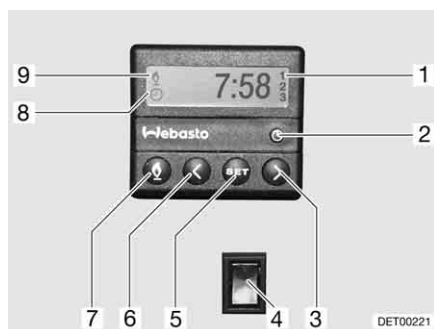

Fig. 126 Centralina di controllo per riscaldamento fisso
- Premere il tasto (Fig. 126,7). Il funzionamento del riscaldamento viene indicato con il simbolo (Fig. 126,9). La ventola viene inserita solo quando la temperatura dell'acqua di raffreddamento è pari a 30 °C.
- Premere il tasto (Fig. 126,7). Il simbolo (Fig. 126,9) si spegne.
- Premere l'interruttore (Fig. 126,4) in basso. Il motore viene preriscaldato. La ventola viene inserita immediatamente.
- Premere l'interruttore (Fig. 126,4) in alto. Il motore rimane freddo.
- Premere il tasto (Fig. 126,2). L'impostazione dell'ora viene indicata con il simbolo (Fig. 126,8).
- Impostare l'ora con i tasti (Fig. 126,3 e 6).
- Premere il tasto (Fig. 126,5).
- Impostare l'orario di accensione con i tasti (Fig. 126,3 e 6) entro 10 secondi.
- Premere il tasto (Fig. 126,5) fino a che nel display (Fig. 126,1) non appare il numero di programmazione desiderato.